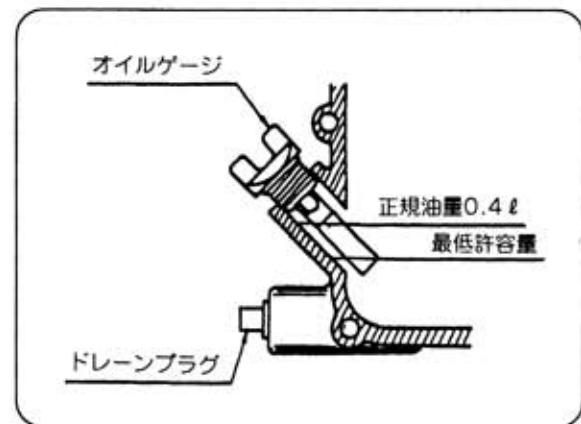

図25
### 1) エンジンオイル(図25)
- ① エンジンプラグ室の給油口を取外す。
- ② ドレンプラグを外して、汚れたオイルを流し出します。(図25)
- ③ 給油は、給油口より検油ゲージの規定量まで入れてください。(図25)